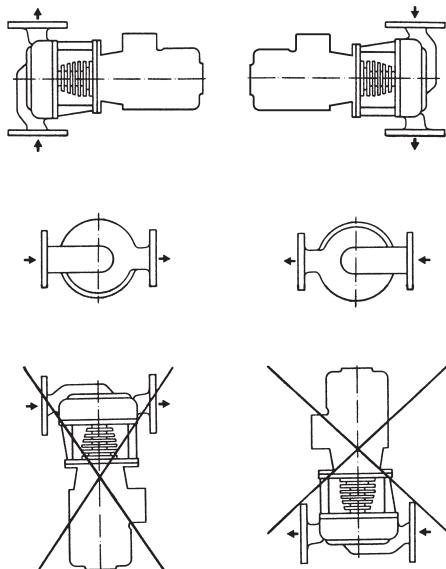

Fig. 7: Tillåtna monteringslägen
- Alla monteringspositioner utom "motorn nedåt" är tillåtna (se monteringsslagen fig. 7).